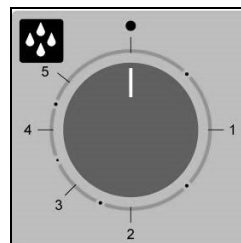

Рис. 3
**Программирование количества пара** – Чтобы произвести пар во время работы печи (рабочая камера горячая), повернуть рукоятку автоматического увлажнения (Рис. 3) в соответствии с желаемым значением (от 1 до 5). Поворачивая рукоятку на позицию  (выключено) увлажнение перестает действовать.